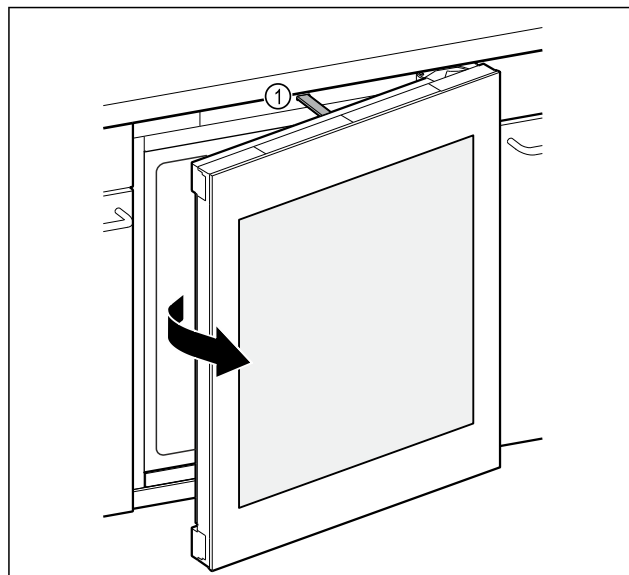

Fig. 92
- ▶ Popychacz Fig. 92 (1) otworzy drzwi na około 7 cm.